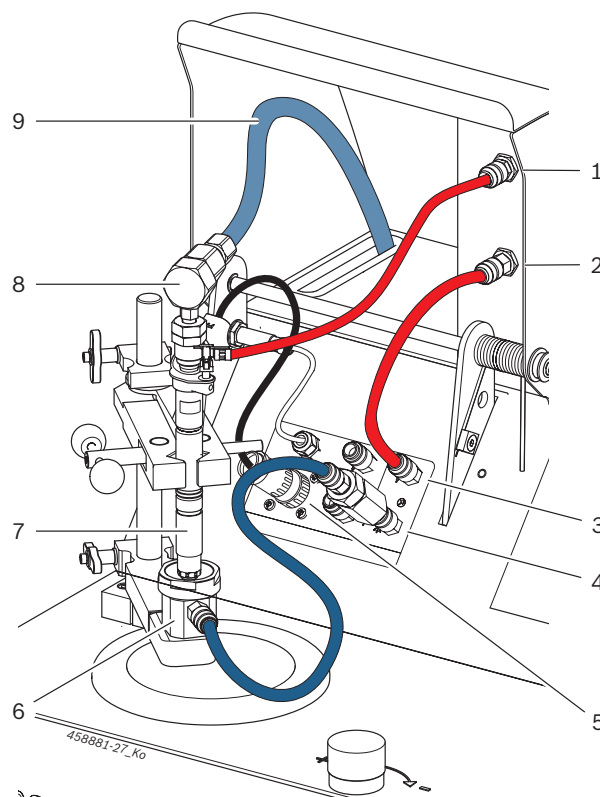

Fig. 5: Principillustration tilslutning CRI Piezo
Indsprøjtningsskammer (fig. 5, pos. 6) monteres først på komponent efter "Leak test".
2. CRI Piezo (fig. 5, pos. 7) fastgøres på spændeholder
3. Højtryksslangeledning med tilslutningsadapter (fig. 5, pos. 8, 9) tilsluttes til CRI Piezo.
4. Slangeledning 1 680 712 368 eller 1680 712 369 tilsluttes til returløbet på CRI Piezo og til "Returløbs-sindgang CRI Piezo" (fig. 5, pos. 1).
5. Slangeledning 1 680 703 079 tilsluttes til "Returløbs-udgang CRI Piezo" (fig. 5, pos. 2) og til "Testtilslutning for returløbsmængde" (fig. 5, pos. 3).
6. Injektorspecifik adapterledning (1 684 465 798 eller 1 684 465 672) tilsluttes til CRI Piezo og til "Elektrisk tilslutningsbøsning" (fig. 5, pos. 5).
7. IndgangsfILTER anbringes i "Testtilslutning til indsprøjtningssmængde" (fig. 5, pos. 4).
Efter "Leak test" monteres indsprøjtningsskammeret på komponenten, og slangeledningen 1 680 712 362 tilsluttes til indsprøjtningsskammerets lynkobling og via indgangsfILTERet til "Testtilslutning til indsprøjtningssmængde" (fig. 5, pos. 4).